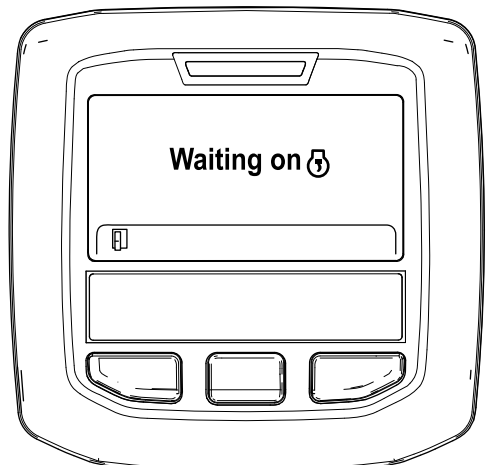

Figura 50
- B. Surge a mensagem "Waiting on [engine icon]" (À espera de) (**Figura 50**).